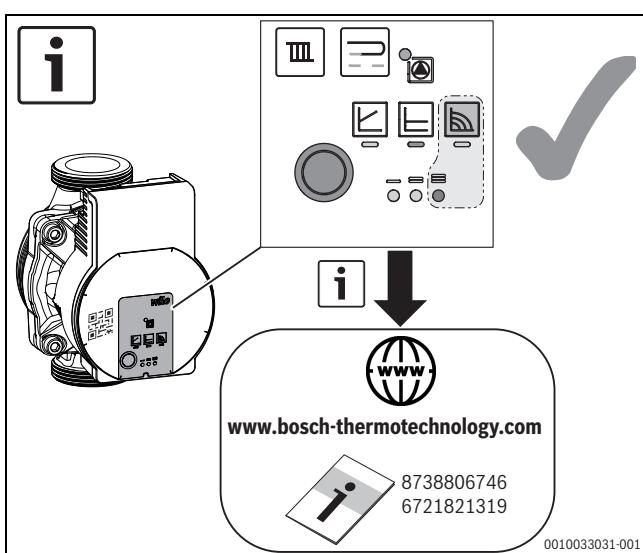

Bild 16 Einstellung der Pumpe (Beispiel)
- Pumpe auf Stufe 3 einstellen (→ Bild 16).